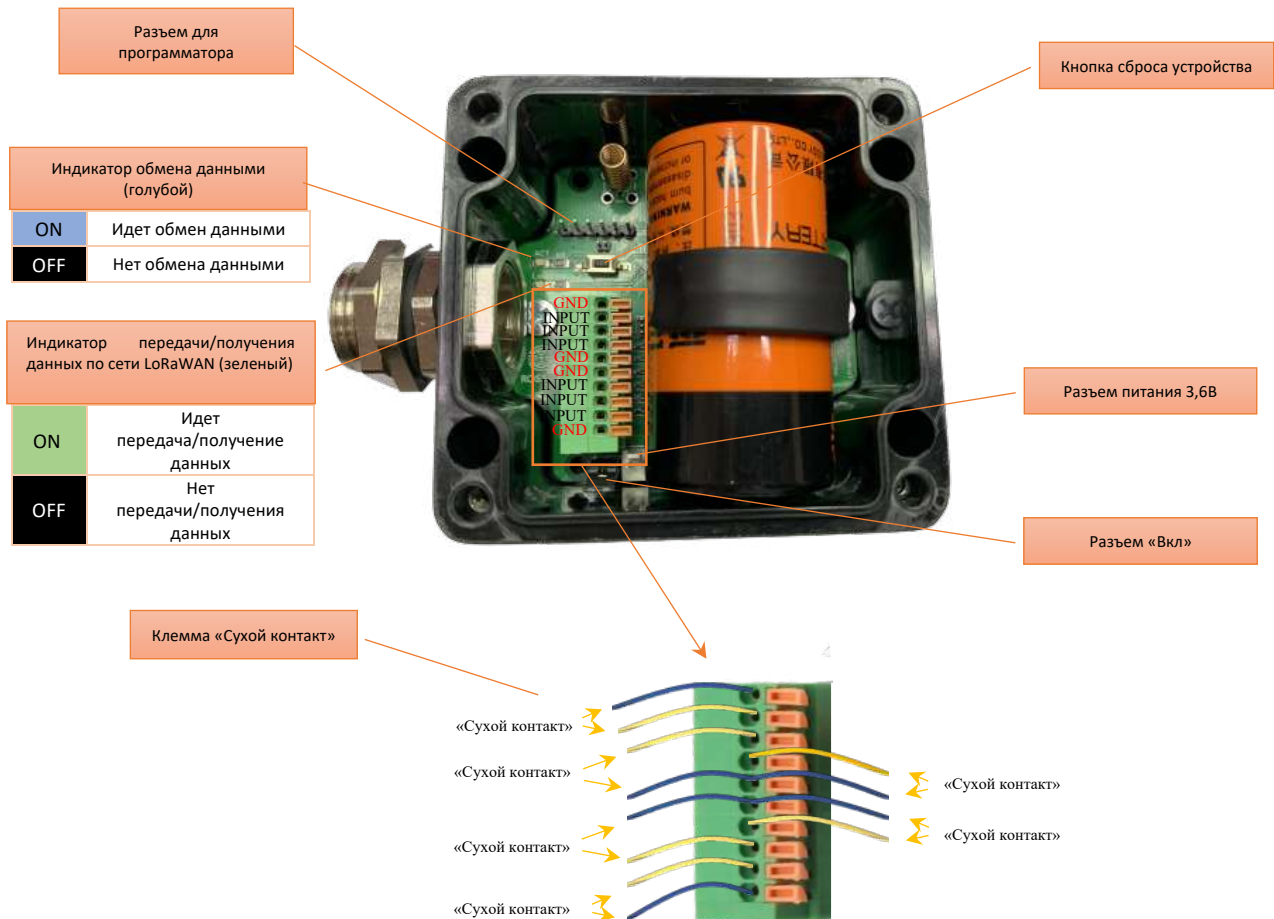

Рис.1 Описание устройства ROSSMA IIOT-AMS DRY CONTACT
- Подключить измеритель-коммутатор при помощи кабеля (с рекомендуемым сечением жилы не более 1мм) к оконечному устройству через клеммы (согласно рис. 1)